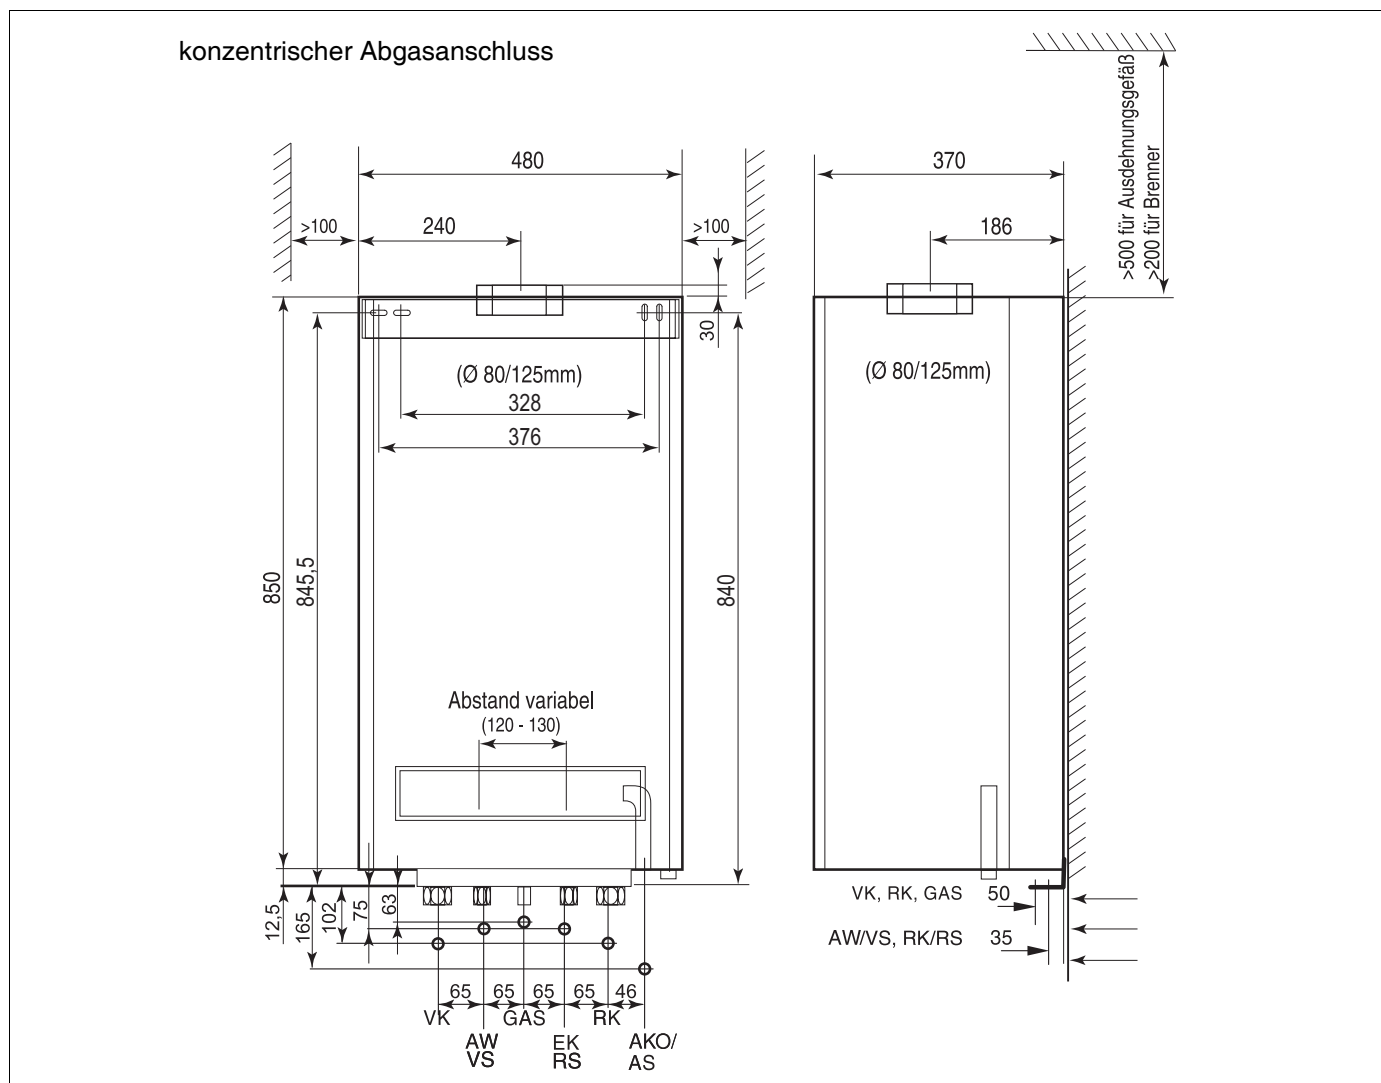

Bild 3 Abmessungen und Anschlüsse Logamax plus GB132-16/24/24K (Maße in mm)
- Die in Bild 3 genannten Mindestabstände für Ausdehnungsgefäß und Brenner müssen unbedingt eingehalten werden, damit die Wartungsarbeiten vorgenommen werden können.